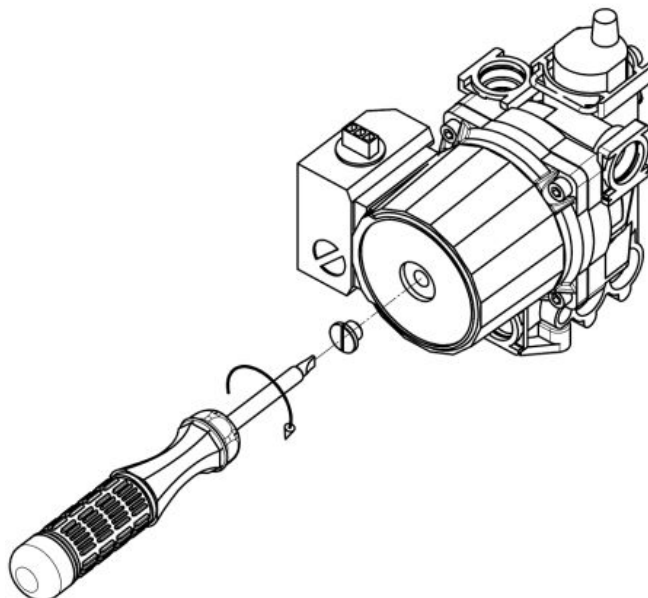

Рисунок 6 - проверка циркуляционного насоса
- При давлении свыше 2 бар открыть клапан дренажный (13), см. п. 13.1, понизив давление до 1,5 бар. При давлении ниже 1 бар – открыть кран подпитки контура отопления (16) и закрыть кран при достижении давления от 1 до 1,5 бар;
- не блокирован ли насос. Для этого при помощи отвёртки открутите заглушку насоса и поворачивайте его вал несколько раз в разные стороны (см. рисунок 6). Затем плотно закрутите заглушку. При выполнении данной операции возможны протечки воды из насоса, после установки заглушки необходимо удалить остатки воды с компонентов котла (протереть);